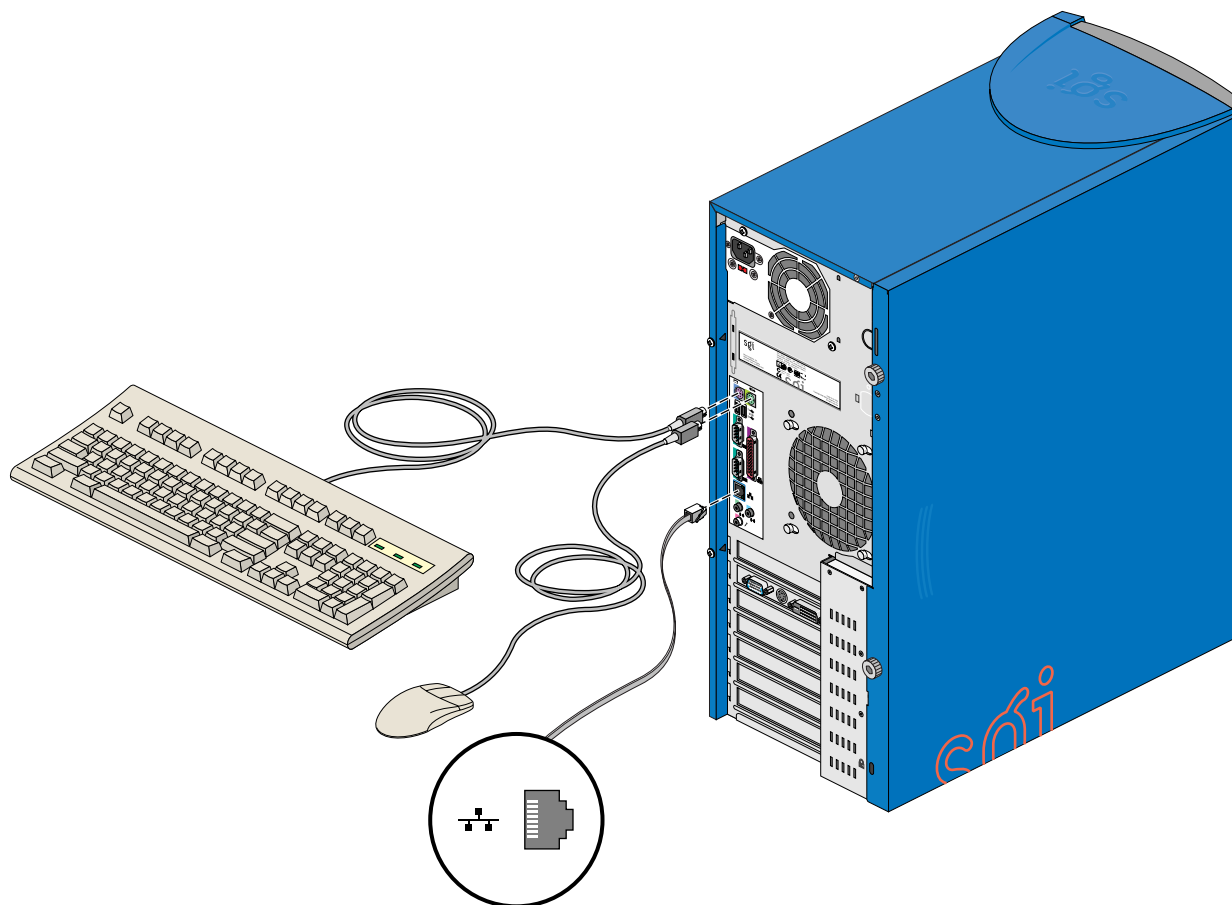

図 1-7 キーボード、マウス、Ethernet ケーブルの接続
2. 図 1-7 に示すように、キーボードとマウスをシステムに接続します。
3. 図 1-7 に示すように、Ethernet ケーブルをシステムに接続します。組み込み Ethernet ポートは、10-Base-T Ethernet ネットワーク、または 100-Base-TX Ethernet ネットワークで使用するために設計されており、適切な速度に自動的に切り替わります。